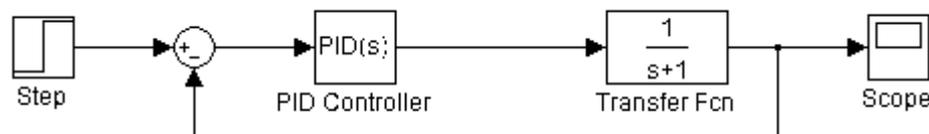

Рис. 1.1
2.1. Запустите пакет Simulink. Соберите схему моделирования, представленную на рис. 1.1.
- 5.3. Определите критический коэффициент усиления регулятора K_u и период колебаний T_u . Для этого воспользуйтесь схемой моделирования на рис. 1.1. Введите передаточную функцию в блок Transfer Fcn и установите в блоке PID Controller $P = 1, I = D = 0, N = 100$. Запустите процесс моделирования. Увеличивайте коэффициент усиления пропорциональной составляющей P и наблюдайте за реакцией системы в блоке Scope до тех пор, пока не возникнут незатухающие колебания. После этого зафиксируйте значение $K_u = P$ и определите период колебаний T_u .
8.1. Соберите схему моделирования, представленную на рис. 1.1. Введите в блок Transfer Fcn передаточную функцию объекта управления. Установите в блоке PID Controller следующие численные значения параметров регулятора: $P=1$, $I=D=0$. Остальные настройки оставьте по умолчанию.